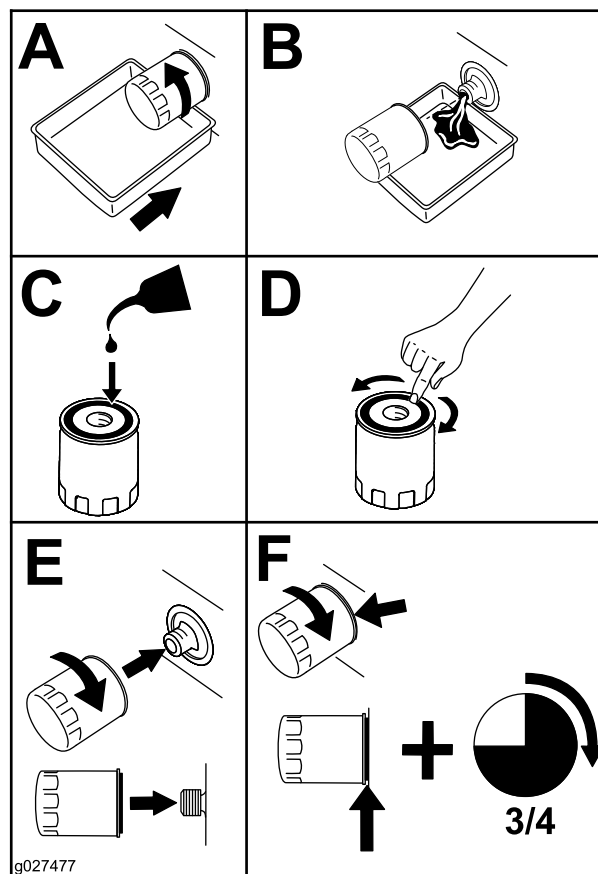

Figura 33
2. Cambie el filtro de aceite del motor (Figura 33).